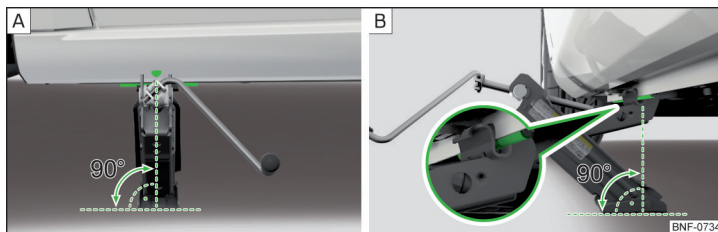

Fig. 155 Applicazione del martinetto
- Posizionare la piastra del martinetto su una base dritta con tutta la sua superficie e accertarsi che il martinetto si trovi in posizione perpendicolare alla cresta di applicazione » **fig. 155** - [A].
- Posizionare il martinetto e agendo sulla manovella alzarlo fino a che la sua staffa non cinge la cresta » **fig. 155** - [B].